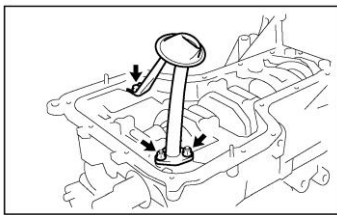

Рисунок II-120
4. Отверните болт и 2 гайки (см. Рисунок II-120).
2. Установите масляный фильтр, затянув 2 гайки и болт (см. *Рисунок II-120*).